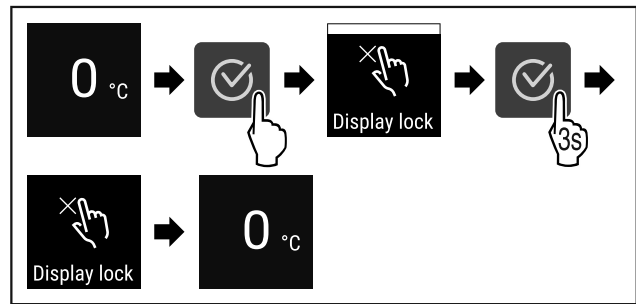

Fig. 97
- ▶ Kryeni hapat e veprimit (shihni Fig. 97).